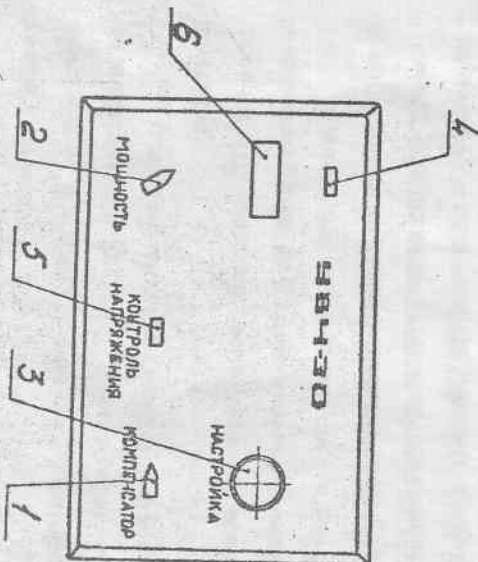

Рис. 3. Лицевая панель аппарата УВЧ-30
4.3.4. На лицевой панели аппарата (рис. 3) расположены: